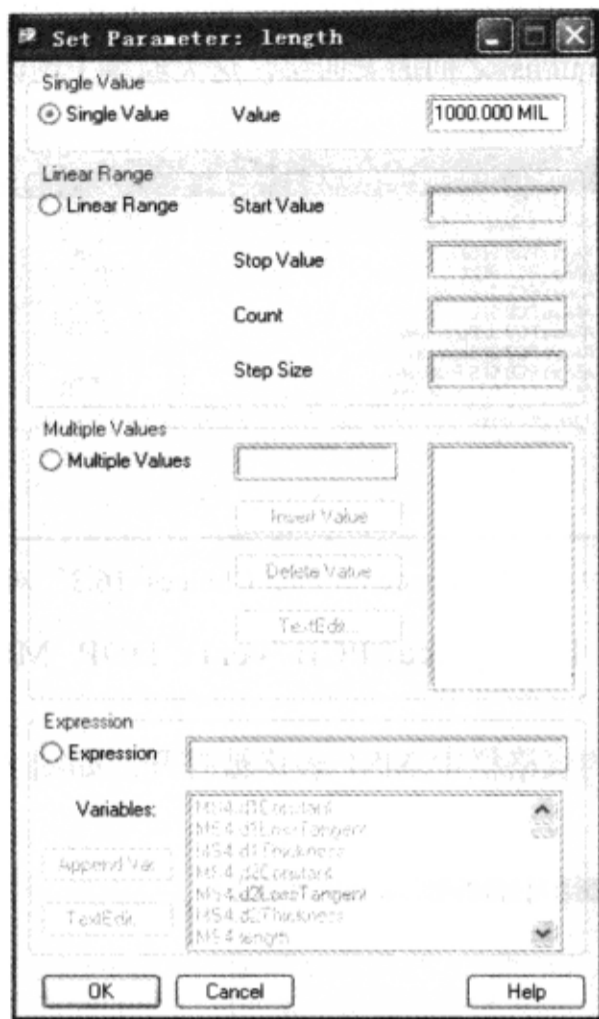

图 3-9-3 设置长度值 (1)
(5) 单击包含“1000.000MIL”的表格区域→在该区域的末端有一个向下的箭头显示→单击这个箭头→弹出“Set Parameter: length”窗口，如图 3-9-3 所示。
(6) 选中“Linear Range”→在“Start Value”栏中输入“2000”并按“Tab”键→在“Stop Value”栏中输入“3000”并按“Tab”键→在“Count”栏中输入“3”并按“Tab”键。注意“Step Size”区域，这个值基于“Start Value”值、“Stop Value”值和“Count Value”值。使用这些值，仿真将以 500mil 的增量运行。
(7) 单击“OK”按钮，关闭“Set Parameter: length”窗口。
(8) 单击“Parameters”表格“Name”栏“MS2”前面的“+”号→单击包含“300MIL”的表格区域→在该区域的末端有一个向下的箭头显示→单击这个箭头→弹出“Set Parameter: length”窗口。
(9) 在“Set Parameter: length”窗口选中“Linear Range”→在“Start Value”栏中输入“200”并按“Tab”键；在“Stop Value”栏中输入“600”并按“Tab”键；在“Count”栏